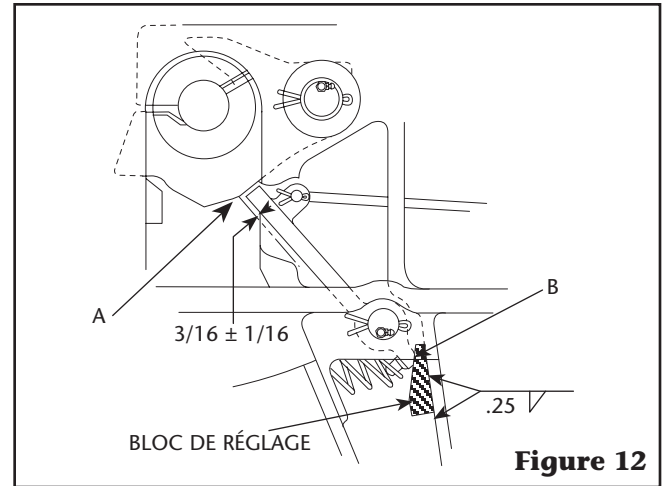

Figure 12
- A.** Préinstaller le verrou secondaire (10) en position fermée dans la pièce moulée. N'installez pas encore le ressort, la poignée ou la goupille de verrouillage secondaire. Alignez les trous des goupilles de verrouillage et faites pivoter le verrouillage secondaire contre le bloc de réglage. Vérifier l'emplacement de l'extrémité de la serrure secondaire par rapport à la serrure battante. Il doit être à  $3/16''$  ( $0,188''$ )  $\pm 1/16''$  ( $0,06''$ ) du point (A) sur le verrou pivotant (voir Figure 12) lorsque le verrou secondaire repose contre le bloc de réglage au point (B).